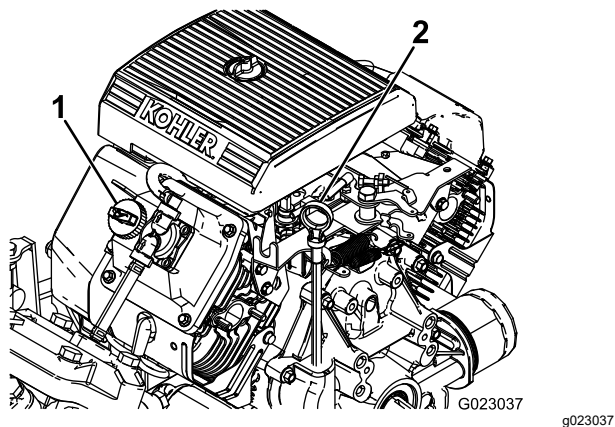

図 10
2. ディップスティックを抜ききれいなウェスで一度拭く(図 10)。
4. 油量が少なければバルブカバー(図 10)の上についている補給口を開け、ディップスティックの FULL マークまでオイルを補給するオイルの種類や粘度の選択については エンジンオイルについて \(ページ 46\) を参照